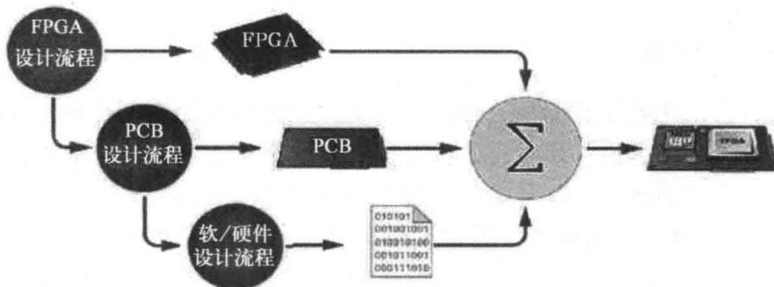

图 1-3 电子系统设计流程
2) 传统的系统设计流程 传统上,包含 FPGA 器件设计和嵌入式软件设计的系统开发流程需要经历 FPGA 设计、PCB 设计、嵌入式软件设计三个阶段,如图 1-3 所示。